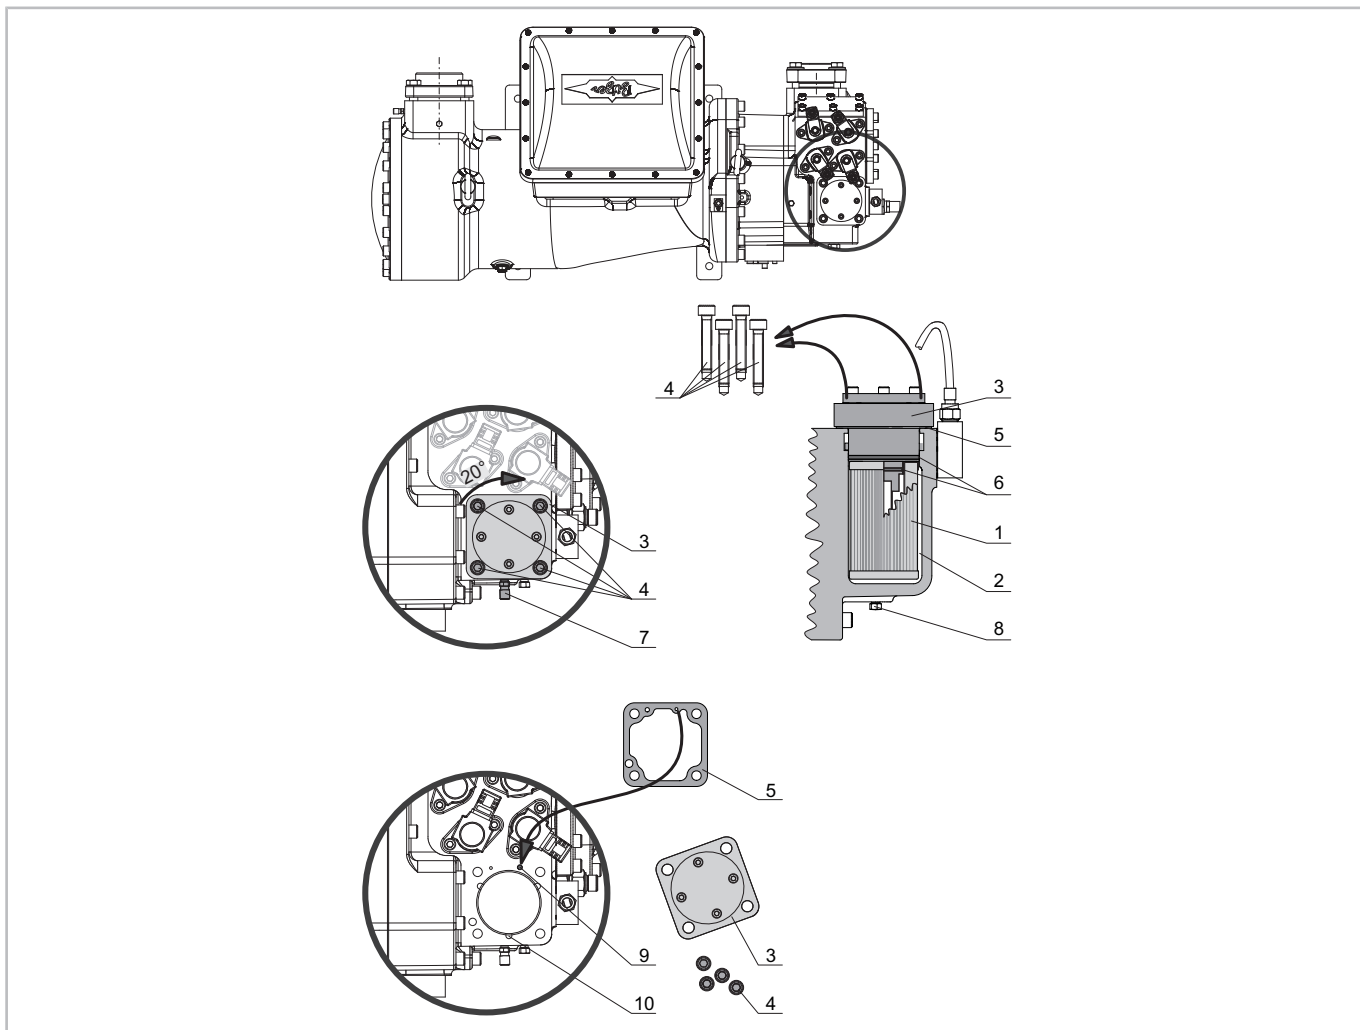

Рис. 13: HS.85: Замена масляного фильтра
- HS.85: перед камерой масляного фильтра, для замены внутреннего масляного фильтра (см. рис. 13, стр. 81).
HS.85: Замена внутреннего масляного фильтра (см. рис. 13, стр. 81)